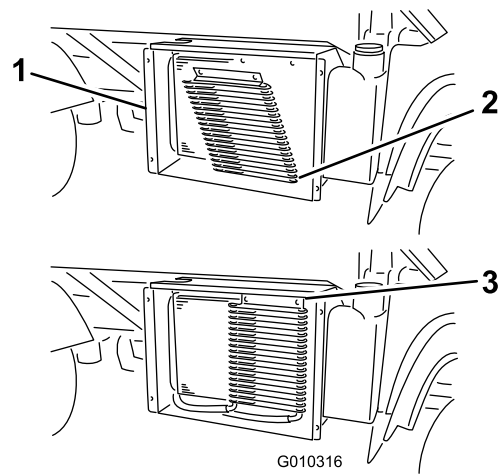

Bild 53
6. Drehen Sie die Riegel und den Ölkühler (falls vorhanden) vom Kühler weg (**Bild 53**).